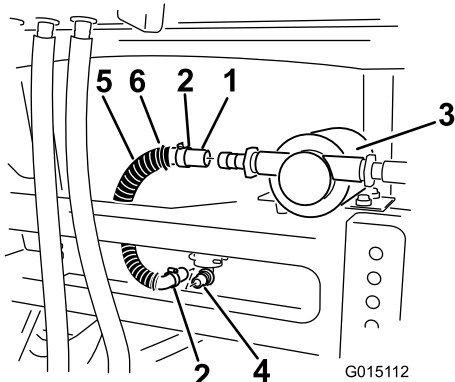

Figura 24
3. Instale uma extremidade do tubo na união a 90° na parte inferior do depósito de lavagem (Figura 24).
10. Instale a cobertura sobre a bomba e insira as patilhas da cobertura nas ranhuras no membro da estrutura (Figura 24).